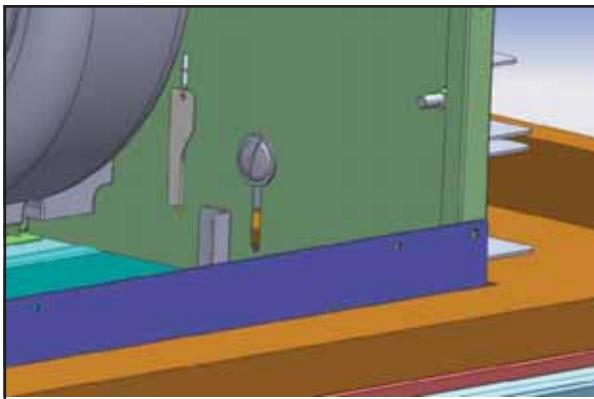

FIG.7
6) 24" Modele. Depuis l'interieur de la hotte, fixez une (1) vis M4x8 dans chaque support d'installatation inferieur. La position de cette vis s'ajuste en fonction de l'epaisseur de l'armoire (Fig.7).